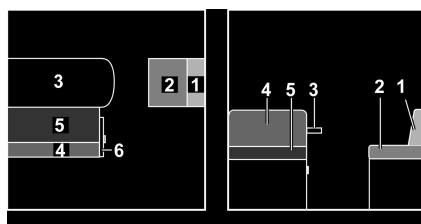

Fig. 128 Antes de la transformación
- Ampliar la mesa (Fig. 128,3) y transformar la mesa colgante ampliada en la base de cama (véase apartado 7.7).
- Tirar del asidero y abrir la trampa (Fig. 128,6).